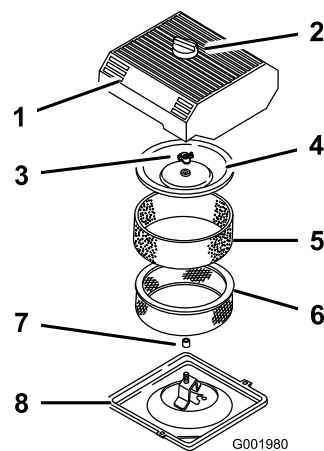

Figura 47
3. Pulite intorno al filtro dell'aria per evitare che la morchia possa penetrare nel motore provocando gravi danni (Figura 47).
4. Svitare la manopola sul coperchio del filtro dell'aria e togliete il coperchio (Figura 47).
5. Togliete con cautela l'elemento in schiuma sintetica dall'elemento di carta (Figura 47).
6. Svitare il dado del coperchio e togliete sia il coperchio che l'elemento di carta (Figura 47).
- Infilate con cautela l'elemento in schiuma sintetica sopra l'elemento di carta del filtro dell'aria (Figura 47).
- Avvitare a fondo, manualmente, il dado contro il coperchio (Figura 47).
- Montate il coperchio del filtro dell'aria e la manopola (Figura 47).